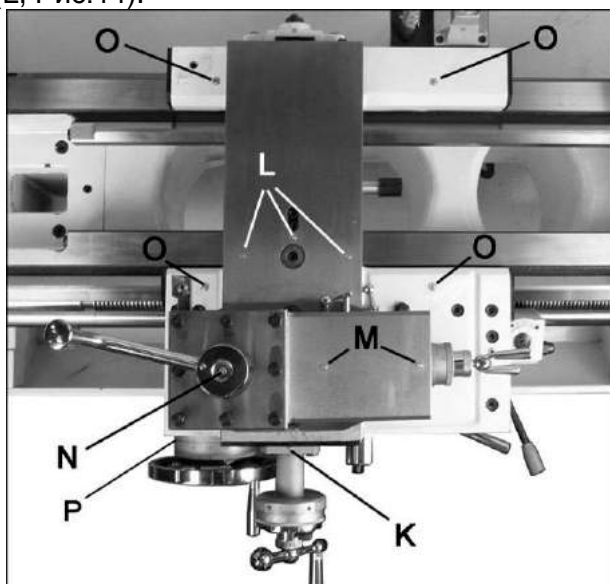

Рис.14
8. Поперечные направляющие – Ежедневно смазывать через пресс-масленку опоры рукоятки поперечного перемещения суппорта (К, Рис.14) и три пресс-масленки на крышке (L, Рис.14).
9. Верхний суппорт – Ежедневно смазывать через две пресс-масленки (М, Рис.14) маслом с вязкостью по SAE20W.
10. Резцедержатель – Регулярно очищать от грязи, стружки и СОЖ опорную площадку резцедержателя, чтобы обеспечивать точность позиционирования. Ежедневно смазывать через пресс-масленку на оси штока (N, Рис.14) маслом с вязкостью по SAE20W.
11. Седло – Ежедневно смазывать через четыре пресс-масленки (О, Рис.14) и пресс-масленку на опоре маховика продольного перемещения суппорта (Р, Рис.14) маслом с вязкостью по SAE20W.